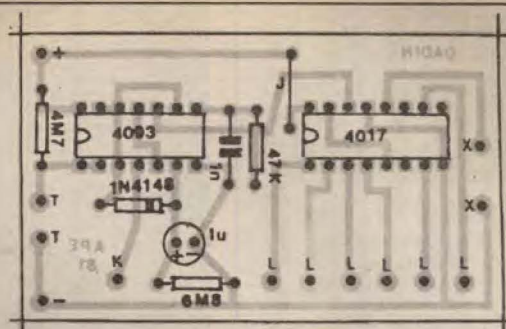

Fig. 3
- **FIG. 3 - CHAPEADO DA MONTAGEM** - Lado oposto da placa (não cobreado) já com todos os componentes principais (menos LEDs, transdutor, alimentação e controle de toque...) devidamente posicionados, identificados pelos seus códigos, valores, polaridades e demais detalhes visualmente importantes... Como sempre, a colocação